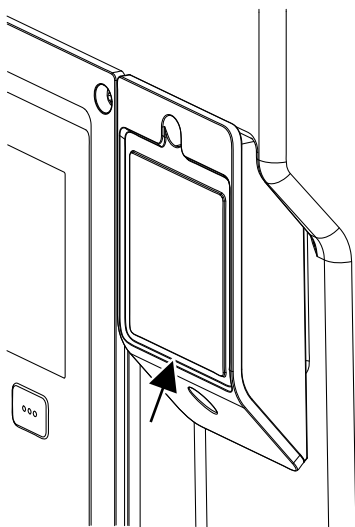

Fig. 27: Tampa para o módulo Wilo-Smart Connect BT
1. Desapertar o parafuso da tampa do módulo Wilo-Smart Connect (Fig. 27) e abrir a tampa.
Devido à sua construção, o módulo Wilo-Smart Connect BT só pode ser ligado com um alinhamento. Não há mais nenhuma fixação do módulo em si. A tampa do módulo Wilo-Smart Connect (Fig. 27) na parte superior do módulo eletrônico mantém o módulo firme na interface.